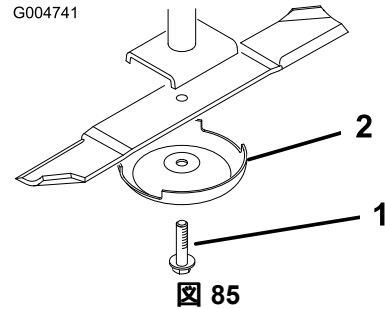

図 85
2. ぼろきれや厚いパッドの入った手袋を使ってブレードの端部をしっかりと握る。スピンドルのシャフトからブレードボルト、芝削り防止カップ、ブレードを取り外す図85。